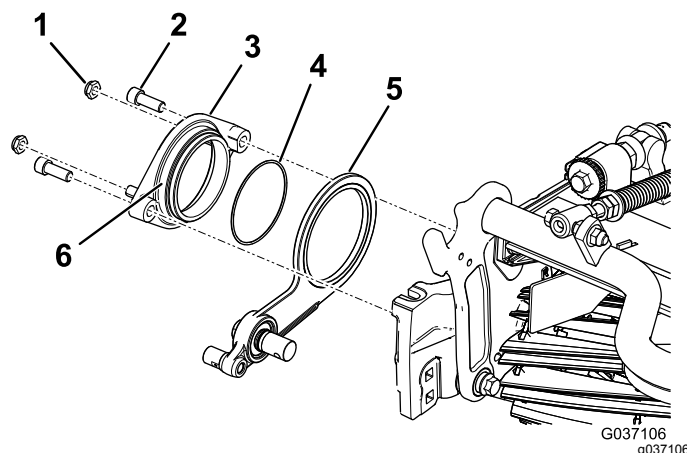

図 10
3. ピボットハブアセンブリの外側に、固着防止コンパウンドを塗る 図 10。
4. アイドラアセンブリの上から、リールにピボットハブを固定する六角ソケットボルト2本を使用する 図 10。
5. ピボットハブにロックナット2個を仮止めする 図 10。